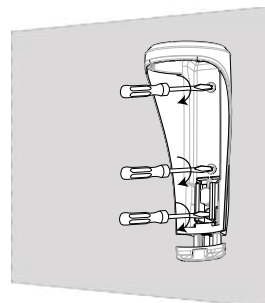

Figure 6 :
4. Fixez le support à la surface de montage avec les vis. Voir Figure 6.